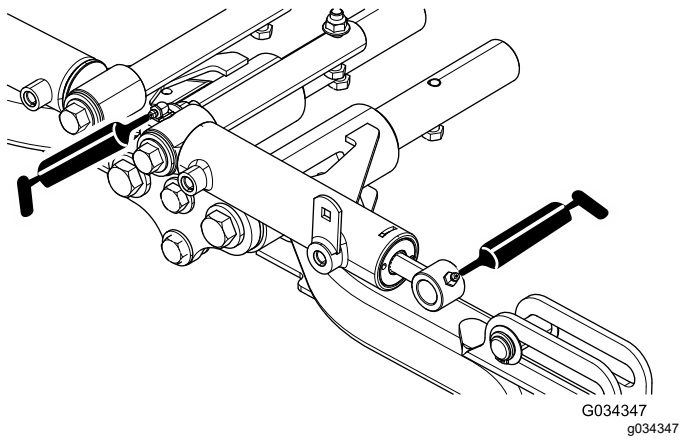

図 49
- 前昇降アームのピボットと昇降シリンダ 各3ヶ所 図 49を参照。